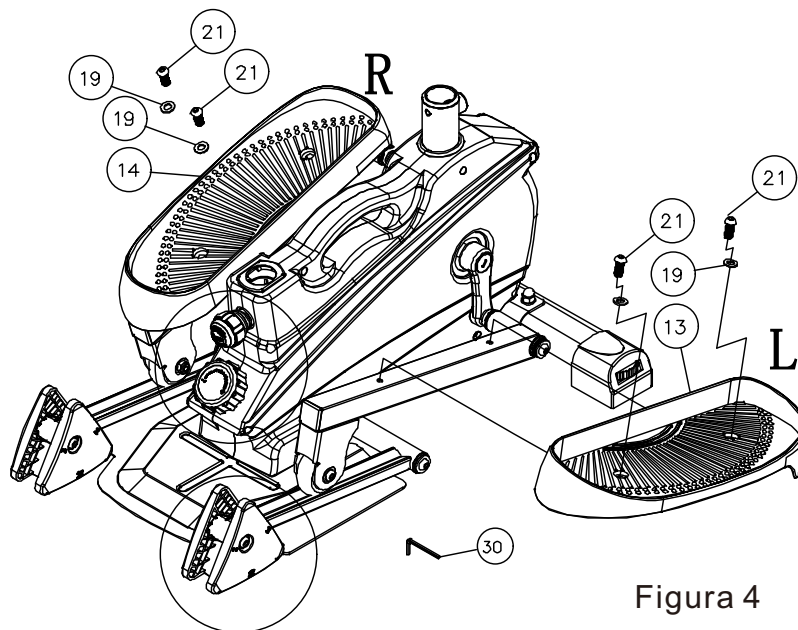

Figura 4
4. Utilizzare una vite a testa tonda esagonale 21 e una rondella piatta 19 per fissare i pedali sinistro e destro 13 e 14 ai supporti per i piedi sinistro e destro 04 e 05. Come mostrato nella Figura 4: